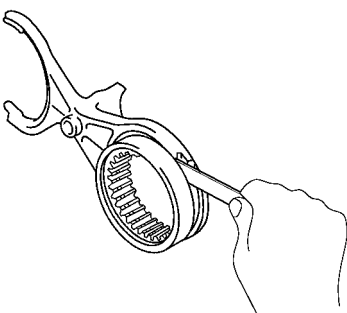

图 12-26 用塞尺测量 1 挡换挡叉和轮毂衬套的间隙
(3) 测量 1 挡换挡叉和 1 号轮毂衬套之间的间隙。使用塞尺测量 1 挡换挡叉和轮毂衬套之间的间隙，如图 12-26 所示。